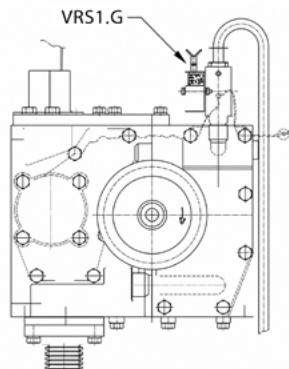

Figura 17 - Monobloque de bombeo FP-1001 con sensor de flujo de aire VRS1.G
La calibración mecánica del contador (1) se realiza únicamente en contadores de pistón del tipo FM-1007, directamente sobre el contador girando la ruedecilla de calibración A (véase la Figura 17), con la que es posible ajustar mecánicamente el volumen cíclico del contador. Si el contador está ajustado con precisión, una vuelta del eje del contador corresponde exactamente a 0,5 L de combustible dispensado y a 50 impulsos que se envían al ordenador desde el generador de impulsos (pulser) conectado al eje del contador. Girando la rueda de calibración en sentido horario o antihorario, es posible corregir la precisión del contador dentro de un intervalo de +/-1,3 % con incrementos que corresponden a una variación de 0,04 %.